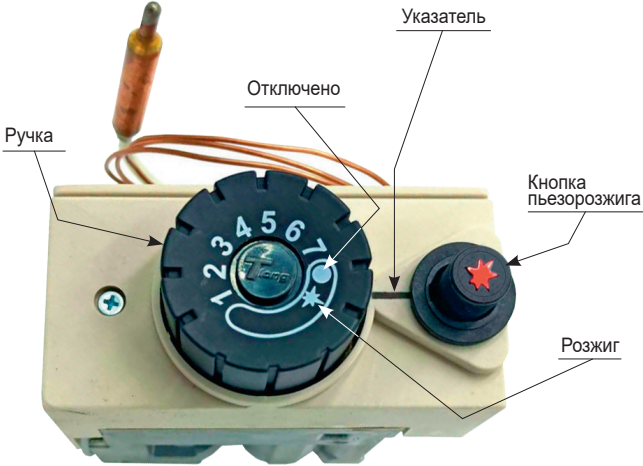

Рис. 9. Элементы управления на газовом блоке управления TGV 307
Установить ручку газового блока в положение «Отключено» (см. рис. 9).
Повернуть ручку газового блока против часовой стрелки на отметку «7» (рис. 9) и проконтролировать включение основных горелок. Розжиг должен происходить без хлопка, пламя должно распространяться по всей поверхности горелочных труб.
Установить желаемую температуру нагрева положением ручки газового блока от метки от «1» (40°C) до «7» (90°C) (рис. 9).
**ВНИМАНИЕ! ДЛЯ ПОВТОРНОГО РОЗЖИГА КОТЛА С ГАЗОВЫМ БЛОКОМ TGV 307 НЕОБХОДИМО УСТАНОВИТЬ РУЧКУ В ПОЛОЖЕНИЕ «ОТКЛЮЧЕНО» (СМ. РИС. 9), А ТОЛЬКО ЗАТЕМ ПОВЕРНУТЬ РУЧКУ ГАЗОВОГО БЛОКА В ПОЛОЖЕНИЕ «РОЗЖИГ».**